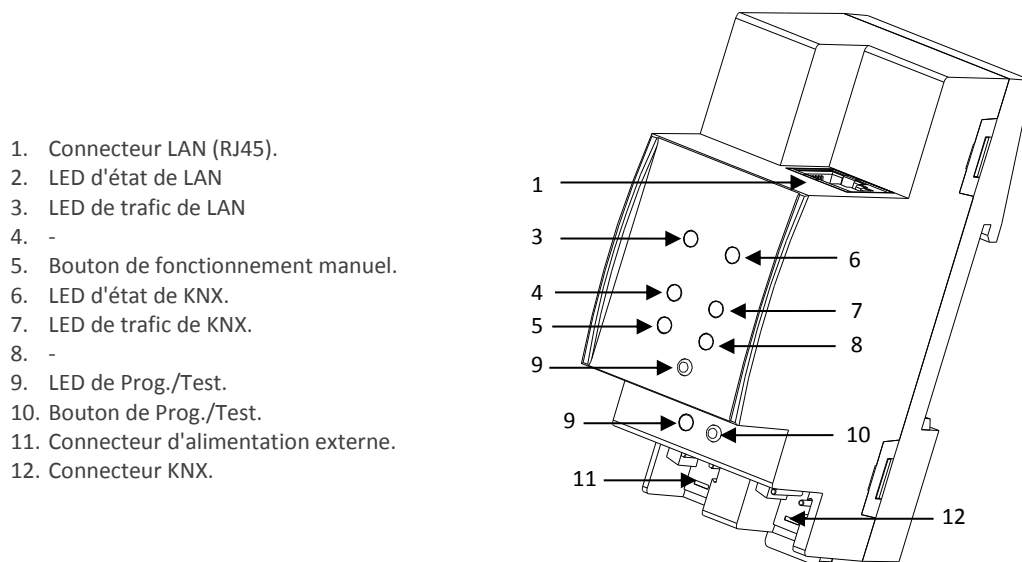

Figure 2 Diagramme des éléments
La Figure 2 montre un schéma avec tous les indicateurs LED et toutes les connexions nécessaires. L'accouplement entre une ligne KNX de paire tressée (TP) et un réseau LAN requiert du connecter au bus KNX (12), le câble Ethernet (7) et l'alimentation externe (6). A continuation, le dispositif pourra être correctement installé sur le rail DIN selon la procédure habituelle.
Zennio KNX-IP Interface incorpore un bouton poussoir additionnel sur la face supérieure, près des LEDs d'état (voir la Figure 2) pour: